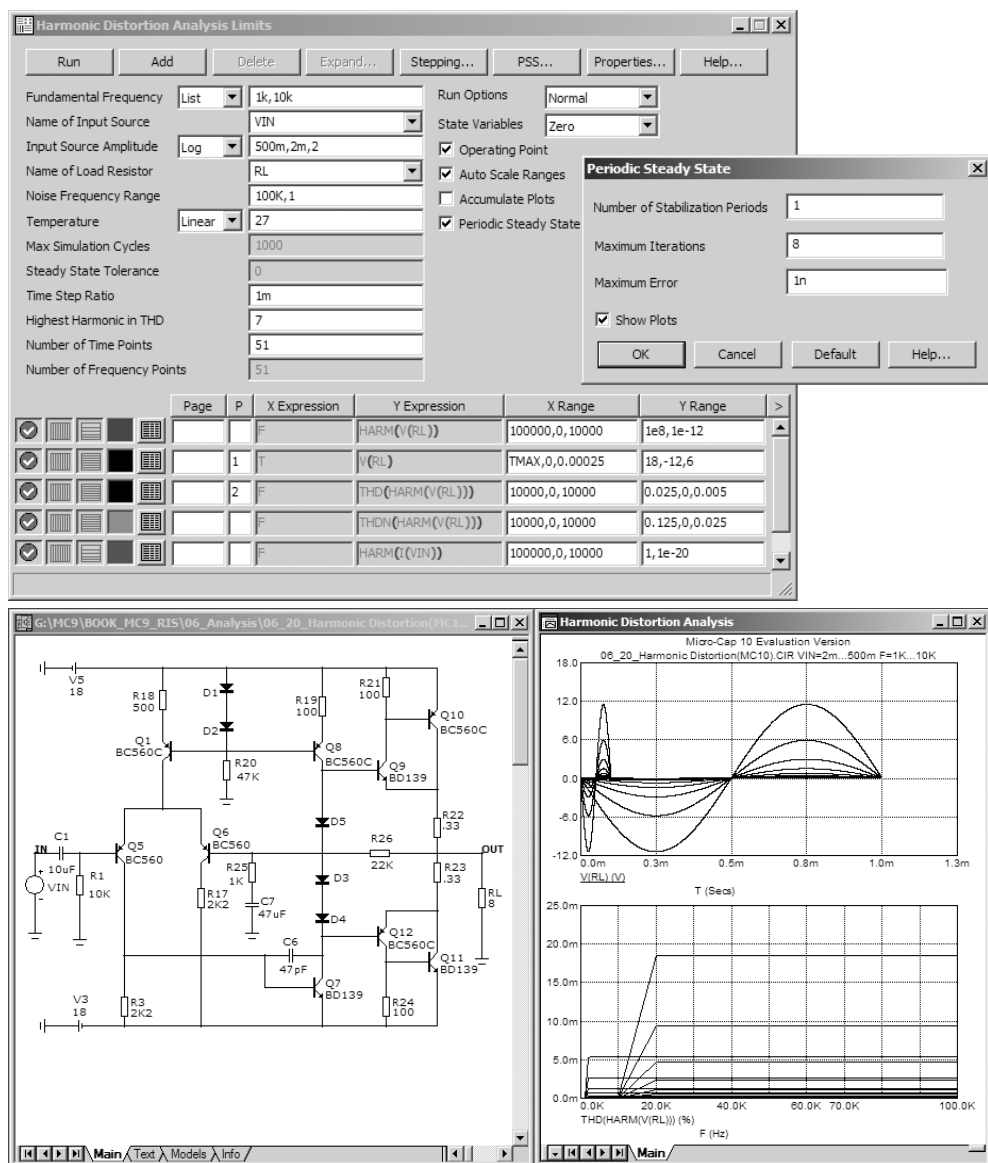

Рис. 6.20 – Окно задания параметров анализа Harmonic Distortion в MC10
В качестве примера демонстрации возможностей анализа рассмотрена схема PSS2 из каталога *Analysis\DISTORTION\MC10* (рис. 6.20), представляющая собой усилитель мощности звуковой частоты. При запуске в меню *Analysis* пункта *Harmonic Distortion* появляется диалоговое окно задания параметров этого вида анализа (рис. 6.20). Оно содержит следующие поля:
Любой из перечисленных встроенных графиков может быть запрещен установкой пробела (N) в поле *plot number (P)* спецификации вывода. В примере рис. 6.20 оставлены лишь 2 графика: выходное напряжения и коэффициент гармоник этого напряжения.
Для запуска анализа следует нажать F2 или RUN. Результаты будут выглядеть как показано на рис. 6.20, справа.